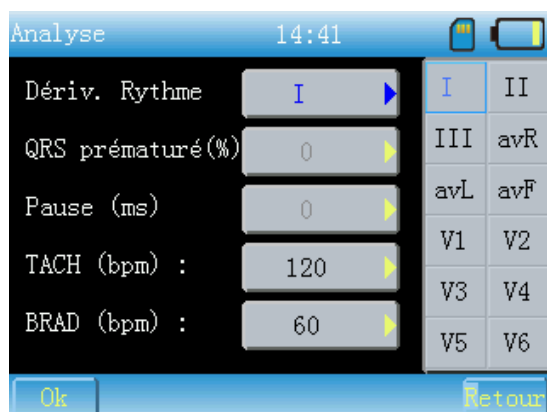

Fig. 13-6-2
- (1) Dérivation du rythme : cliquer sur l'écran ou sur la flèche  pour afficher l'interface comme illustré à la Figure 13-6-2